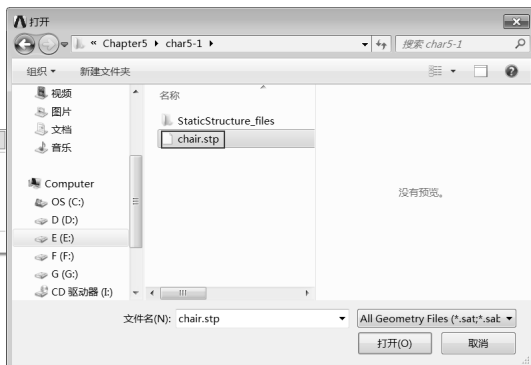

图 5-7 “打开”对话框
Step2 :在弹出的“打开”对话框中选择文件路径,导入 chair.stp 几何体文件,如图 5-7 所示,此时 A3 (Geometry) 后的 ? 变为 ✓,表示实体模型已经存在。